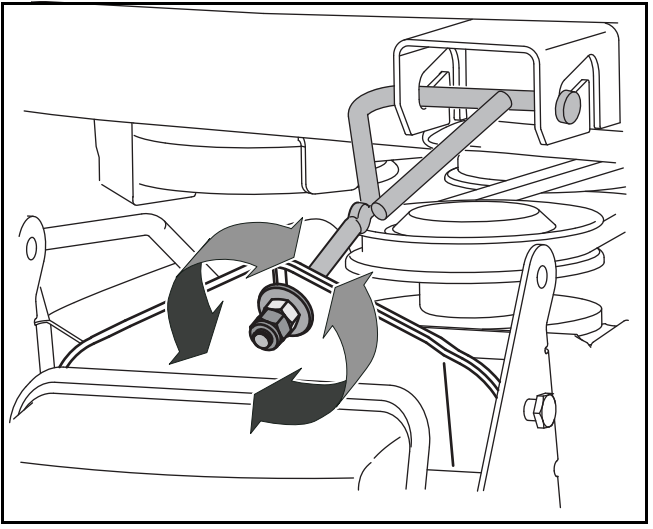

Figure 13
5. Serrez les écrous de blocage à six pans internes contre le crochet de suspension avant pour relever l'avant du plateau de coupe; desserrez ces écrous à six pans pour abaisser l'avant du plateau de coupe. Voir la Figure 13.